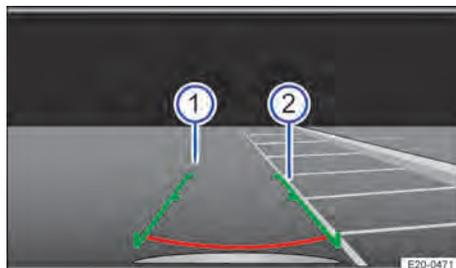

Fig. 110 Indicação na tela do sistema Infotainment: procurar uma vaga de estacionamento.
1. Posicionar o veículo na frente da vaga de estacionamento → Fig. 110 ②.